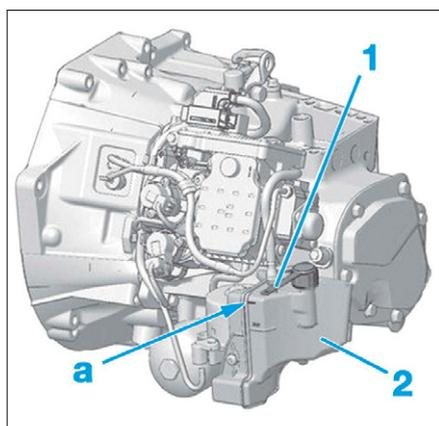

FIG. 2
- Remplir le réservoir (1) jusqu'au repère maximum (a) (Fig.2).